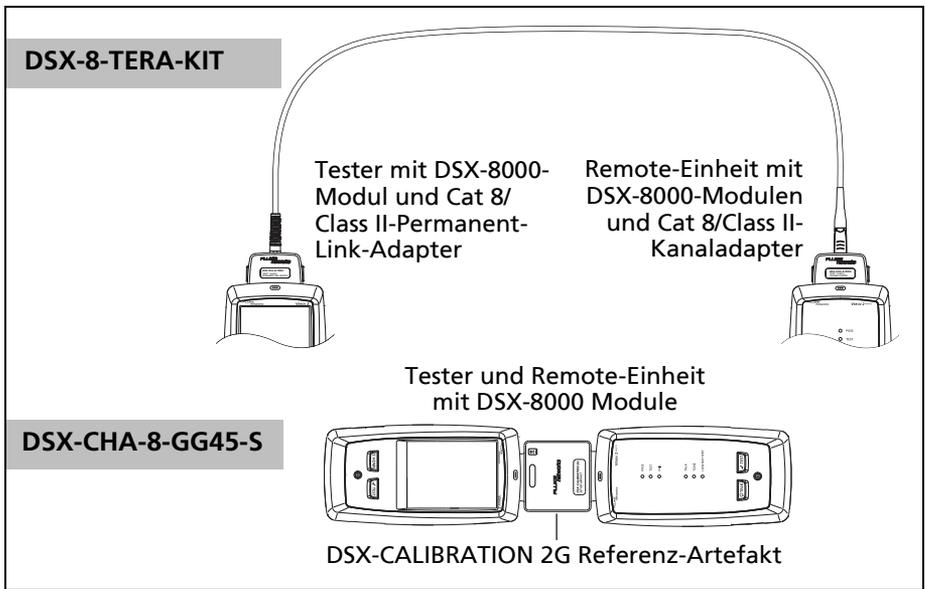

Abbildung 2. Referenzverbindungen für Cat 8/Class II Testgrenzwerte
- 1 Die in Abbildung 2 gezeigten Verbindungen herstellen.